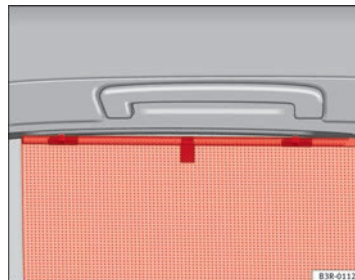

Fig. 99 Persianilla enrollada en una de las puertas traseras
- Desenrolle la persianilla y engánchela en los ganchos que van en el marco superior de la puerta ⇒ fig. 99.